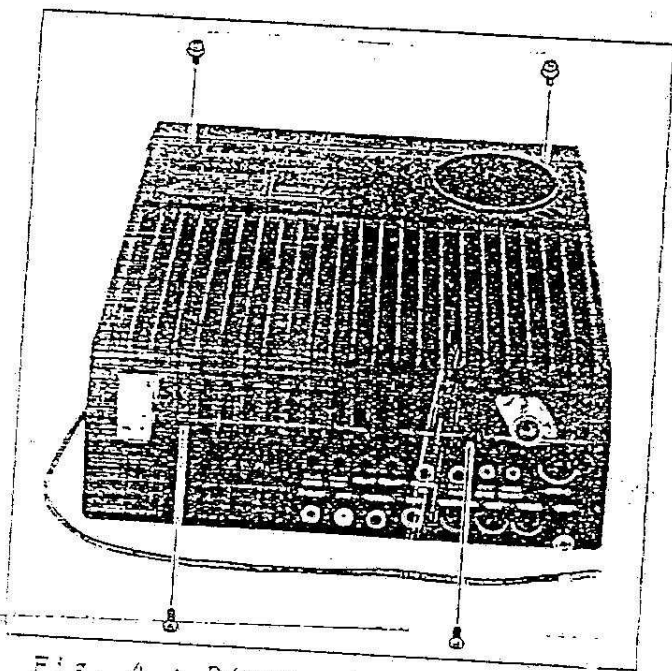

Fig. 4 : Dépose du couvercle
- Placez le transceiver à l'endroit, panneau arrière face à vous, et enlevez les 4 vis désignées sur la fig. 4.
- Remettez en place le couvercle et le dissipateur en faisant passer le capot bleu clair autour du coin gauche du chassis (vu de l'arrière). Remplacez les 2 vis enlevées fig. 4. Les 2 du haut ont des rondelles.